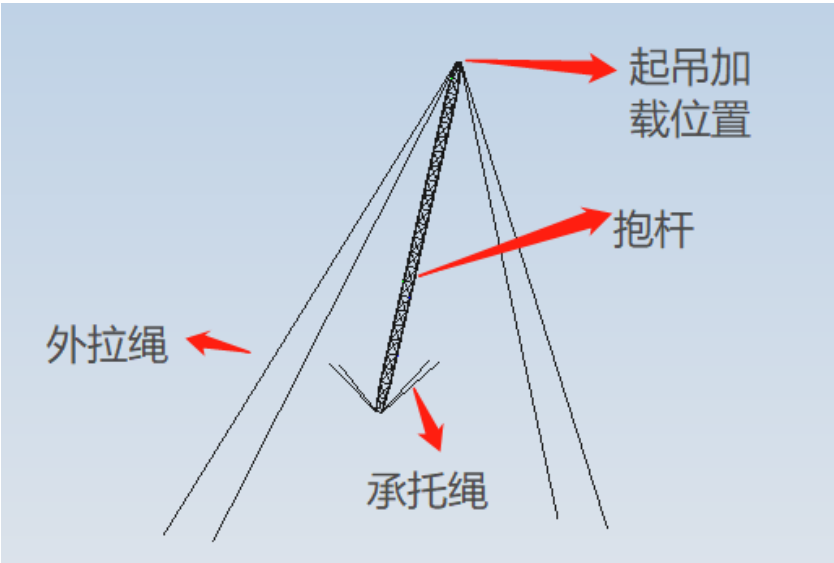

图 1 塔身吊装模型
- 3) 选中左侧模型树中的草图 1, 然后选择【三维建模】>【生成线】, 生成【Wire1】。